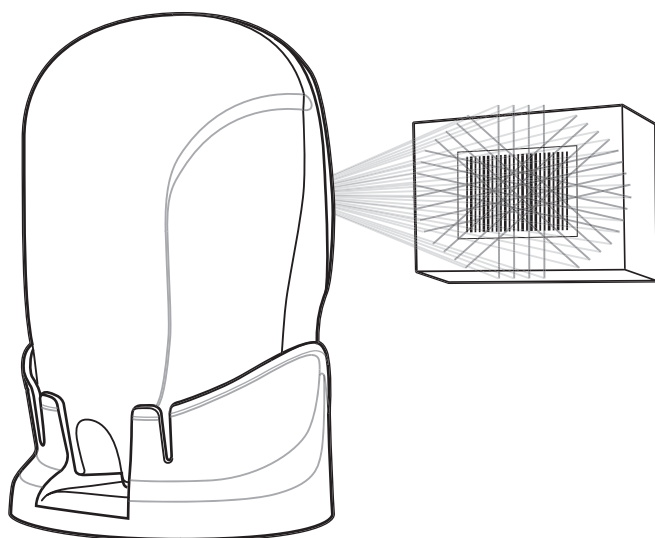
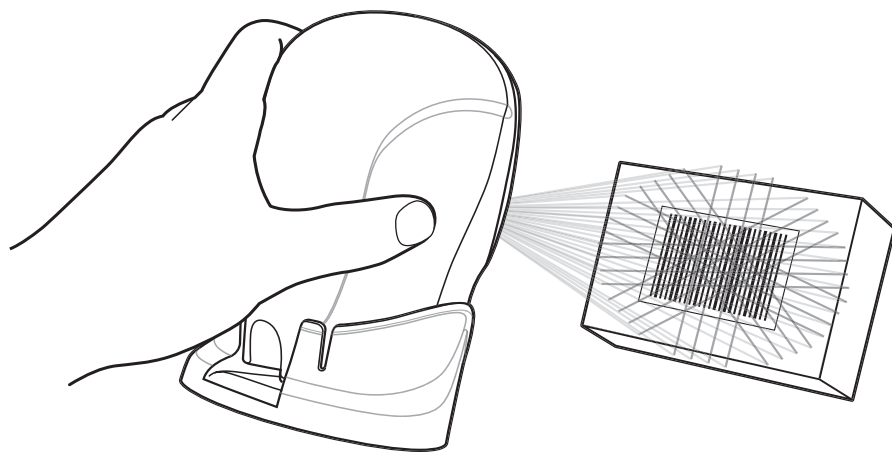

图 2-2 免持模式
图 2-3 手持模式
3. 要扫描条码，请展示条码，确保扫描线覆盖符号的每一个条和空白。要以免持模式扫描，请参见第 2-4 页的图 2-2，要以手持模式扫描，请参见第 2-4 页的图 2-3。